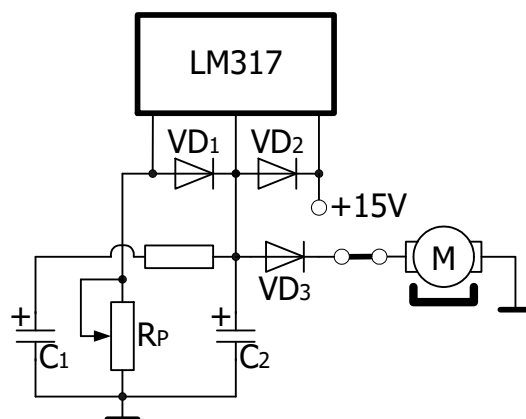

图 17-4 电机调速电路图
3、微型电动机的转速可调，电路图如图 17-4 所示，调节电位器 RP 可输出 0~12V 的直流电压。